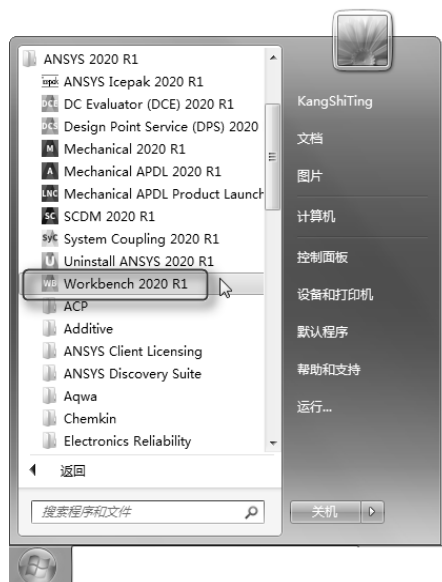

图 1-3 Windows 开始菜单启动
(1) 从 Windows 开始菜单启动，如图 1-3 所示。